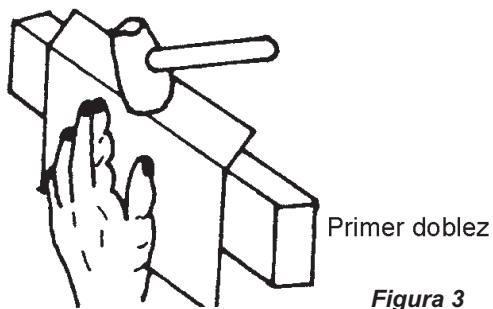

Figura 3
- Coloca la lámina sobre la barra y golpea suavemente sobre la segunda línea hasta terminar el dobléz (figura 3).